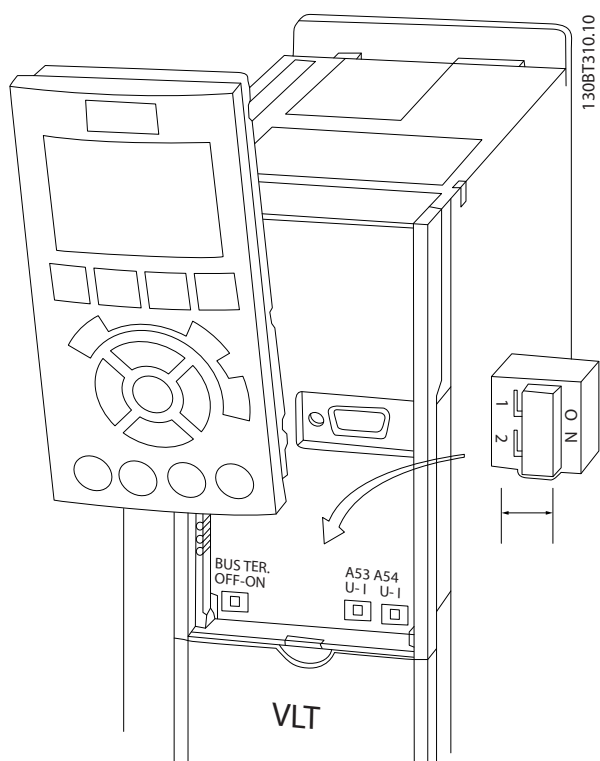

图 2.20 端子 53 和 54 的开关的位置
- 在拆下 LCP 后可以看到这些开关 (请参阅图 2.20)。注意,设备的某些选件卡可能挡住这些开关,因此必须拆卸它们才能更改开关设置。拆卸选件卡之前,务必断开设备电源。